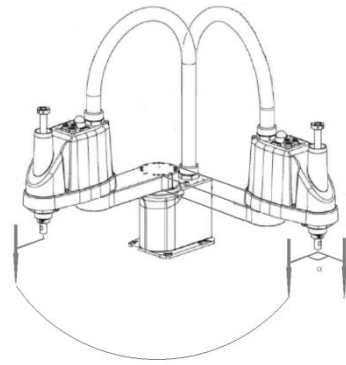

图 3
- ② 增加工具后，XY 平面画圆弧开启旋切，实际 C 轴以起始时的角度为旋切角，在整个指令运行时时刻保持该角度，如图 3 中的 α 为旋切角度。